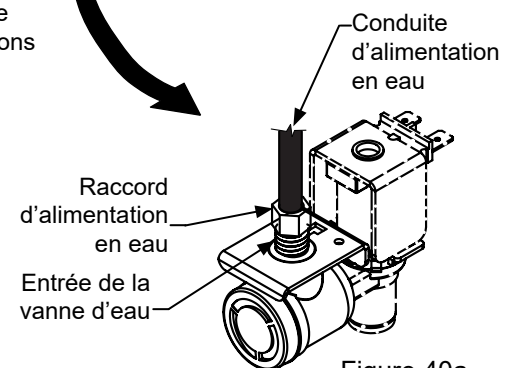
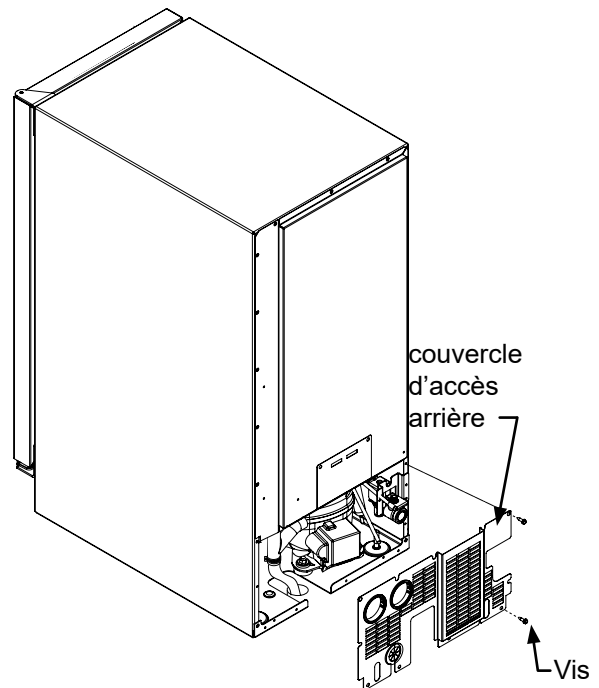

Figure 40a
Figure 41
2. Débranchez le raccord d'alimentation en eau à l'entrée de la vanne d'eau (Voyez la Figure 40a).
3. Passez la commande électronique en position "CLEAN" pendant environ une (1) minute. Cela va activer et ouvrir la vanne d'eau et éliminer la plupart du contenu de la vanne et de la conduite de sortie de vanne vers le réservoir.
6. Ôtez le couvercle d'accès de l'arrière de l'appareil à glaçons (Voyez la Figure 41).